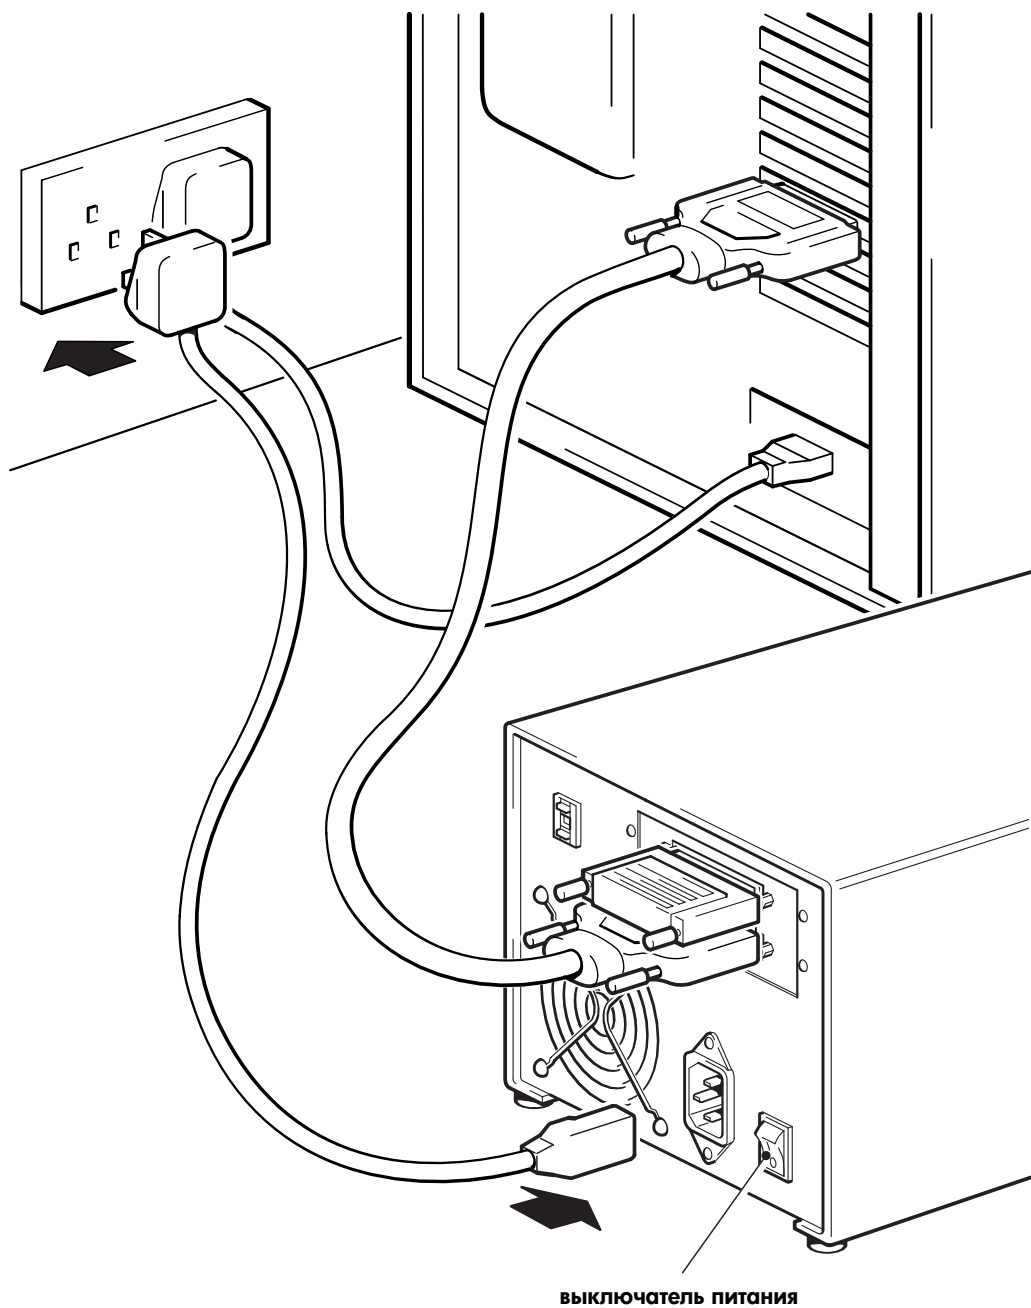

Рис. 6. Подключение кабеля питания
- 2 Надежно подсоедините кабель питания к разъему сзади стримера (см. Рис. 6).